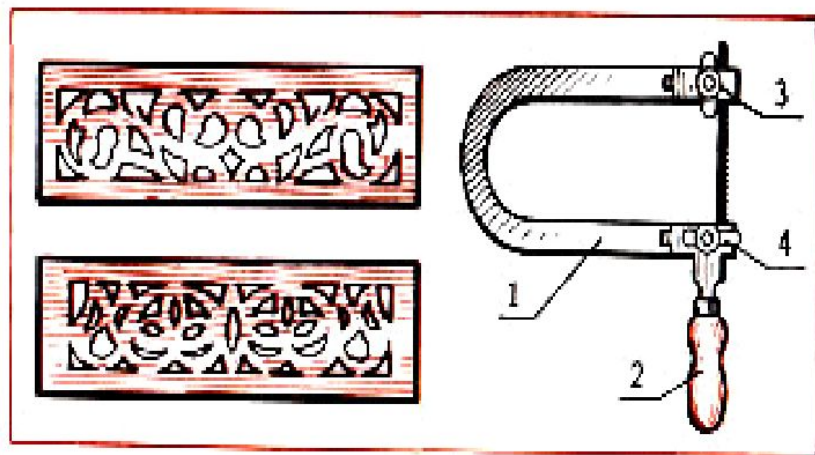

Рис. 48. Лобзик
**Лобзик** (рис. 48) состоит из рамки с ручкой 2, верхним 3 и нижним 4 зажимными винтами. Между зажимными винтами натягивается и крепится узкая и тонкая стальная пилка с наклоном зубьев в сторону ручки.